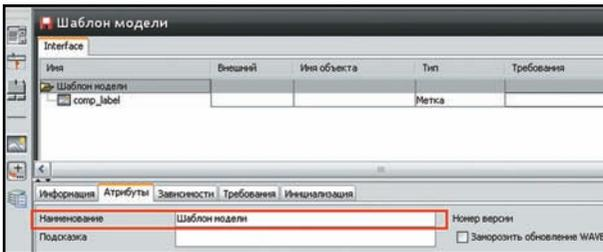

Рисунок 10.5 Задание атрибутов
- Дайте шаблону какое-нибудь осмысленное имя. Для этого в левом верхнем окне выделите строчку с именем шаблона и в нижнем окне на вкладке **Атрибуты** в поле **Наименование** впишите своё название (рис. 10.5).
впишите своё название (рис. 10.5).